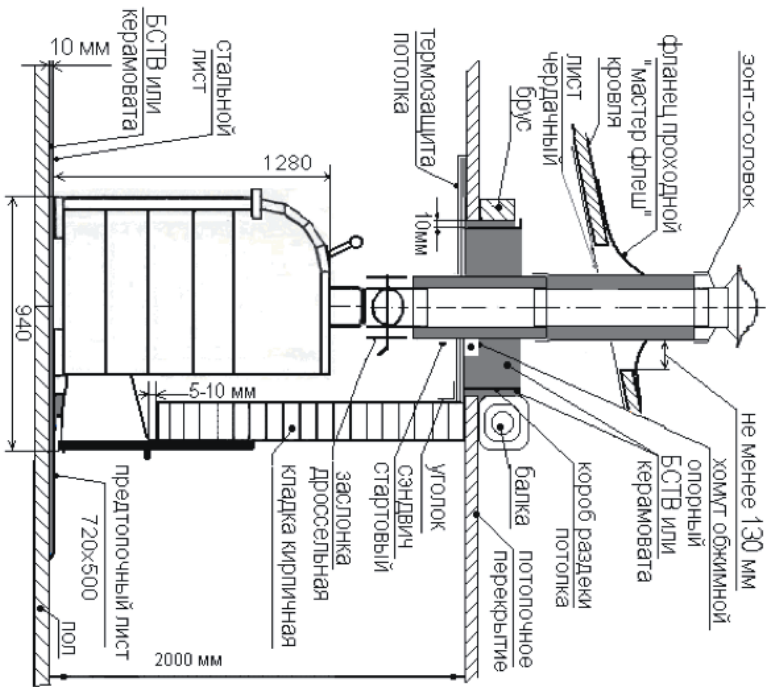

Рис.5. Схема установки печи «Князь Капит»
7.13. Прохождение дымохода сквозь кровлю осуществляется с помощью фланца проходного «мастер флеш», гарантирующего как пожарную безопасность кровли, так и ее гидроизоляцию в месте прохождения дымохода (см. рис.5). Предварительно в кровле, в соответствии с осью дымохода, необходимо сделать отверстие, гарантирующее отступление всех возгораемых элементов кровли от наружной поверхности «сэндвича» на расстояние не менее 130 мм. В зависимости от типа примененного кровельного материала выполнить работы по его сопряжению с установленным «мастер флеш».
7.14. На внутренней стороне кровли в зоне прохождения дымохода установить чердачный лист (см.рис.5).